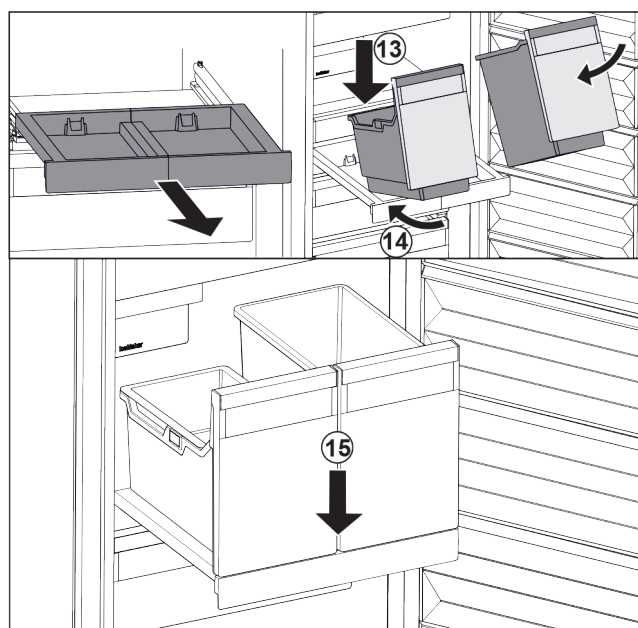

Fig. 31
- ▶ Nasadíte nádobu šikmo na vyťahovaciu poličku. Fig. 31 (13)
- ▶ Zasuňte nádobu šikmo dozadu. Fig. 31 (14)
- ▶ Zložte nádobu vpredu. Fig. 31 (15)